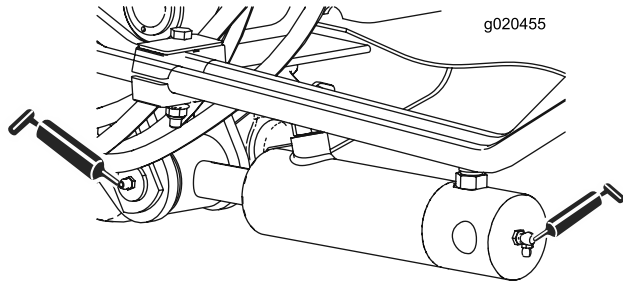

Figura 41
- Casquillos de los cilindros del brazo de elevación (2 en cada uno) (Figura 41)